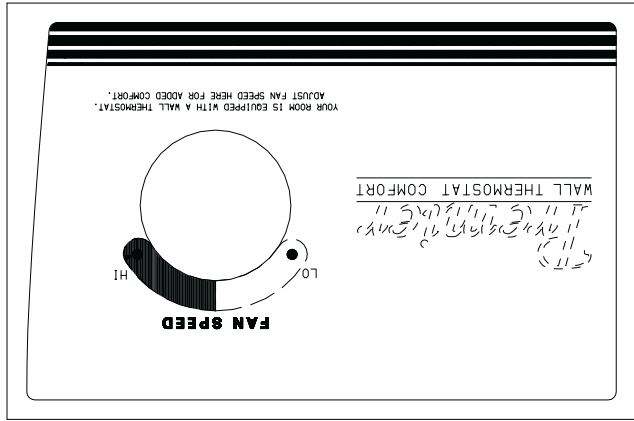

FIGURA 20 - CONTROLES UNIDAD 52P CON TERMOSTATO DE PARED (PLACA EN BLANCO)
■ **CONTROL DE VELOCIDAD DEL ABANICO PARA UNIDADES 52P Y 52C, MODELOS CON TERMOSTATO DE PARED** - Para un máximo confort, la velocidad es seleccionada desde la unidad por el usuario. Vea la Figura 20.